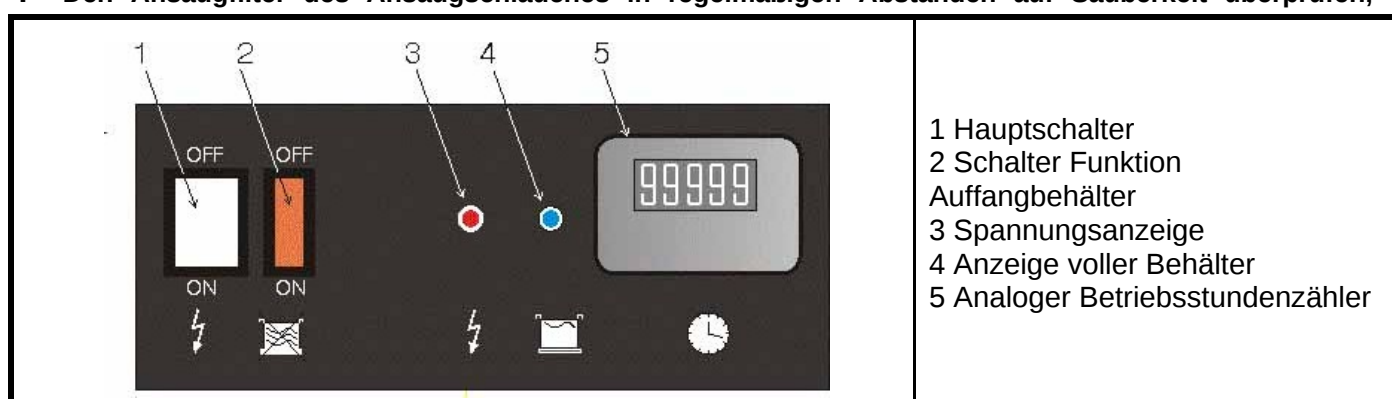

Abb. 5 Steuerpaneel EFT 400 BASE
- Hauptschalter 1 in Position ON (Abb. 5, 6, 7) und überprüfen ob die Spannungsanzeige 3 leuchtet.
Anmerkung: Beim Modell EFT400BASE (Abb. 5) wird der aktivierte Entfeuchtungsvorgang und die Kompressorfunktion nicht angezeigt. Unabhängig davon bleibt der Feuchtigkeitsregler aktiviert, um den Entfeuchtungsvorgang wie eingestellt abzuschließen.
Alle Modelle der Baureihe EFT sind mit Wasserauffangbehältern ausgestattet. Das jeweilige Fassungsvermögen ist in der Tabelle 2 unter Punkt 8 aufgeführt. Der Auffangbehälter steht auf einer gefederten Platte (Waage). Bei vollem Auffangbehälter leuchtet die Anzeigelampe 4 (Abb.5, 6, 7) auf und das Gerät schaltet ab. In diesem Fall muss der Auffangbehälter manuell entleert werden. Diese Funktion setzt voraus, dass sich der Schalter 2 (Abb.5, 6, 7) in Pos. OFF befindet.
Bei allen Modellen der Baureihe EFT besteht die Möglichkeit des Dauerbetriebs durch den Abfluss des Kondenswassers mit natürlichem Gefälle. Hierzu muss der Auffangbehälter entfernt werden und ein flexibler Abflussschlauch in geeigneter Länge und Durchmesser am innenliegenden Schlauchanschluss 4, Abb.3 befestigt werden (siehe Abb. rechts). Anschließend mit dem Schalter 2 (auf ON) den Dauerbetrieb einschalten (Abb.5, 6, 7), da ansonsten das Gerät nicht einschaltet.
- ☒ Wichtig: Der Schalter 2 (Abb.5, 6, 7) muss in Stellung ON sein, da ansonsten das Gerät nicht einschaltet.